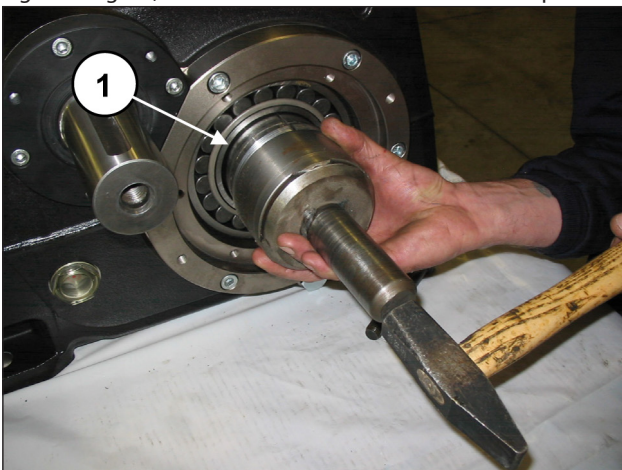
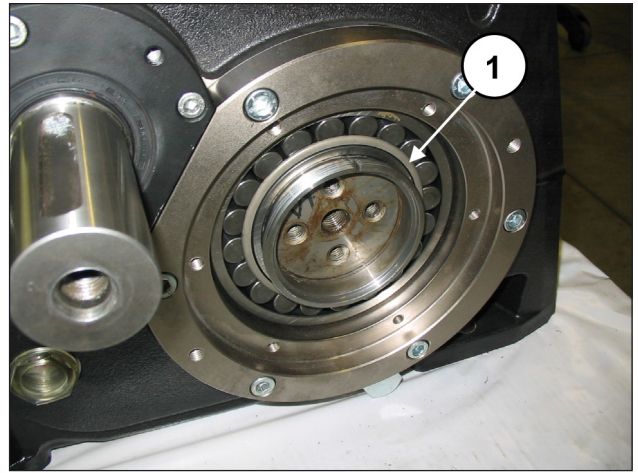

Fig. 76
Fig. 77
Pousser à fond la douille de pression sur le vilebrequin (rep. ①, Fig. 76 e Fig. 77) à l'aide d'un outil à inertie et d'un tampon.